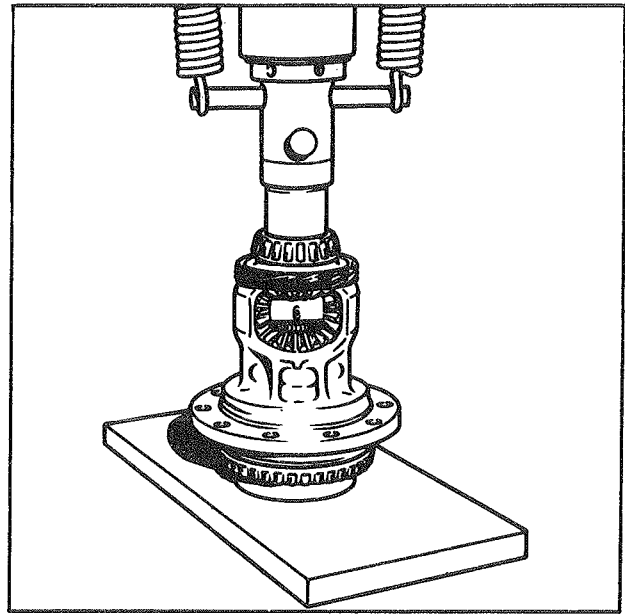

Fig. 8
- A la presse, emmancher le roulement neuf sur le boîtier de différentiel (fig. 8). (Emmanchoir réf. PD 20893 J).